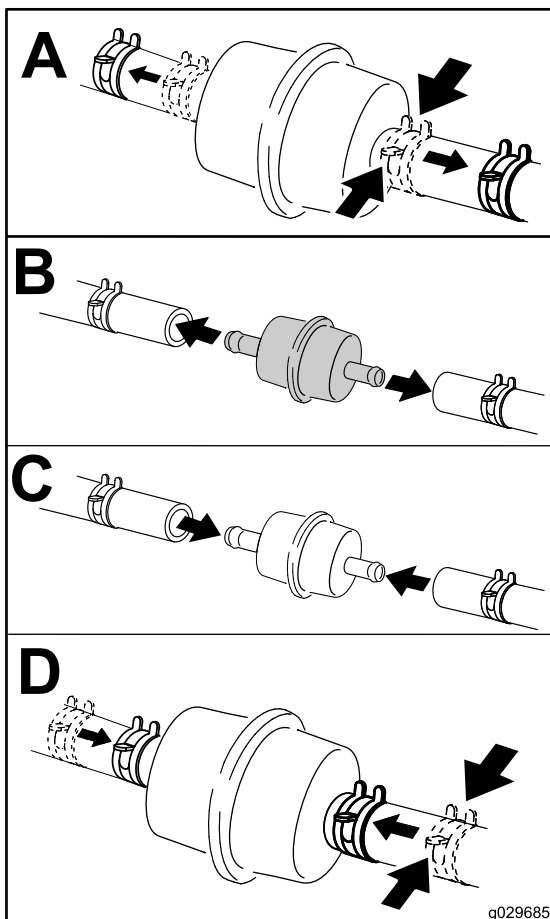

Figura 47
5. Coloque un recipiente limpio debajo del filtro de combustible y cambie el filtro de combustible, como se muestra en la Figura 47.